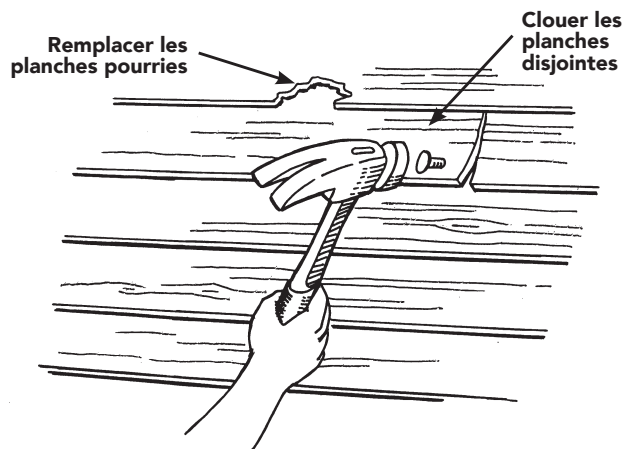

Figure 22
- Reclouer les planches disjointes de l'ancien parement et remplacer celles qui sont pourries (Figure 22). Ne pas poser un parement en vinyle sur du bois pourri.